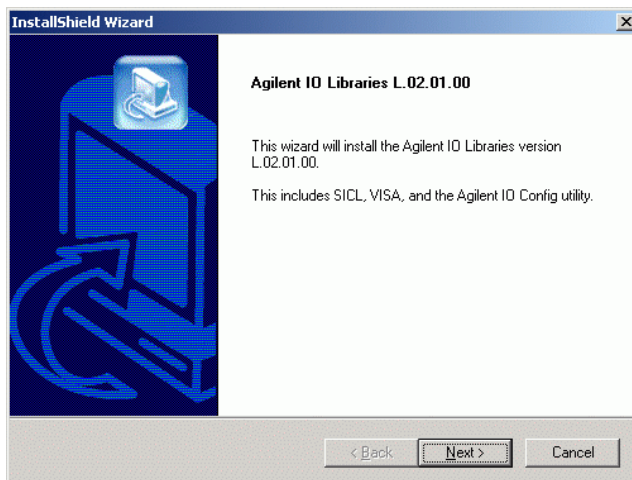

Figura 14 Installazione del driver GPIB
- 1 Da Windows Explorer individuare ed avviare il file ‘wnl0201.exe’ nella directory \GPIB del CD-ROM della ChemStation. Seguire le istruzioni che compaiono nelle finestre di installazione guidata (vedere la Figura 14 a pagina 54). Questa operazione installerà la biblioteca Standard Interface Control Library (SICL) sul computer, aggiornerà il registro e aggiungerà al sistema un nuovo gruppo di programmi chiamato “Agilent I/O Libraries”.